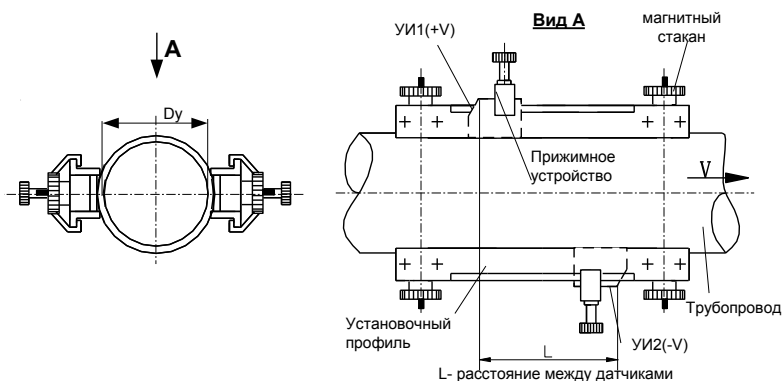

Рис. 4. Установка датчиков на трубопроводы $Dy < 500$ мм
8.1.3¹. Установка ПП-1 по варианту “Z” (рис. 4, 5, 6)